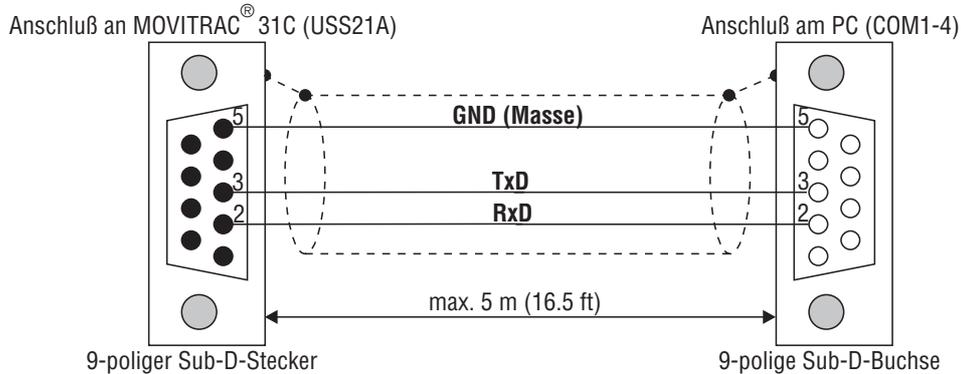

Bild 9: Halteblech herausziehen und Bremswiderstand einsetzen
2. Das Halteblech für den Bremswiderstand von der Oberseite des Gerätes abschrauben und herausziehen (→ Bild 9).
4. Kabel des Bremswiderstandes durch die Gummimuffe führen und Bremswiderstand in das Halteblech einsetzen (→ Bild 9).